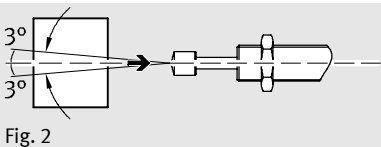

Fig. 2
- La massa batte assialmente contro il tampone [5] (scostamento max. 3°, vedi Fig. 2).
- La masse doit heurter le tampon dans la direction axiale, dans la mesure du possible [5] (écart max. 3°, voir Fig. 2).